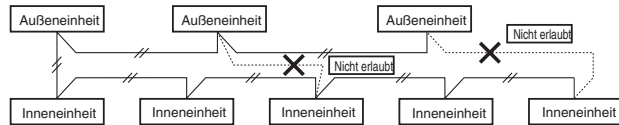

Abb. 4-1
- (2) Die Einheiten-Steuerverbindungsverkabelung darf nicht so angeschlossen werden, dass eine Schleife gebildet wird. (Abb. 4-1)